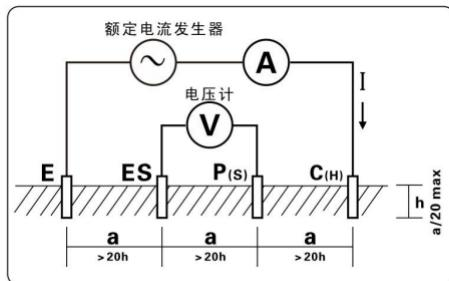

图 2 (土壤电阻率测量原理图)
4. 土壤电阻率(ρ)测量采用4极法(温纳法): **E** 接地极与 **C(H)** 电流极间流动交流电流 **I**，求 **P(S)** 电压极与 **ES** 辅助地极间的电位差 **V**，电位差 **V** 除以交流电流 **I** 得到接地电阻值 **R**，电极间隔距离为 **a(m)**，根据公式 $\rho = 2\pi aR(\Omega m)$ 得出土壤电阻率的值，**C(H)-P(S)** 的间距与 **P(S)-ES** 的间距相等时(都为 **a**)即为温纳法。为了计算方便，请让电极间距 **a** 远大于埋设深度 **h**，一般应满足 **a > 20h**，见图 2。